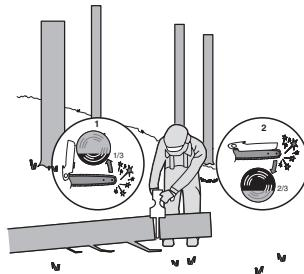

Bild 3
När stocken stöttas i ena änden, så som visas på bild 3, sågas in 1/3 diameter från undersidan (kapning från undersidan) (1). Avsluta med att kapa från ovansidan för